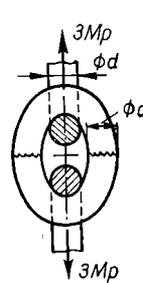

Bild 4
8. Die Gliederkette eines Krans soll 3 Mp Last tragen (Bild 4). Welchen Durchmesser d muß ihr Rundstahl erhalten bei einer zulässigen Zugspannung von 600 kp/cm^2 ?